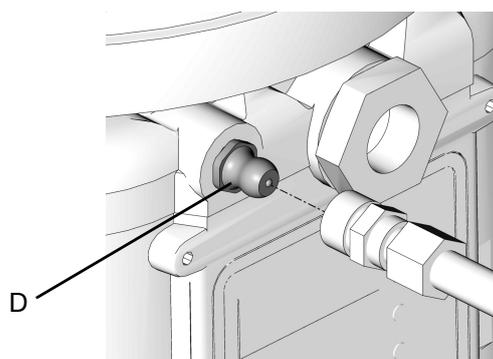

FIG. 22
- Pulire sempre il raccordo d'ingresso (D) (FIG. 22) con un panno asciutto pulito prima di riempire il serbatoio. Sporco e/o detriti possono danneggiare la pompa e/o il sistema di lubrificazione.